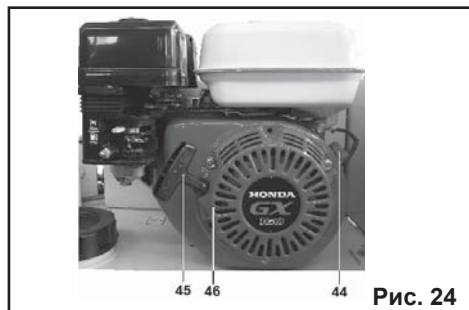

Рис. 24
8.5.5. Медленно потяните за рукоятку (45) шнура стартера (46) до тех пор, пока не почувствуете повышенное сопротивление шнура. Затем дерните шнур стартера на полный взмах руки. Не бросайте рукоятку (45) стартера. Плавно отпустите шнур. Повторяйте эти действия до окончательного запуска двигателя (Рис. 24).